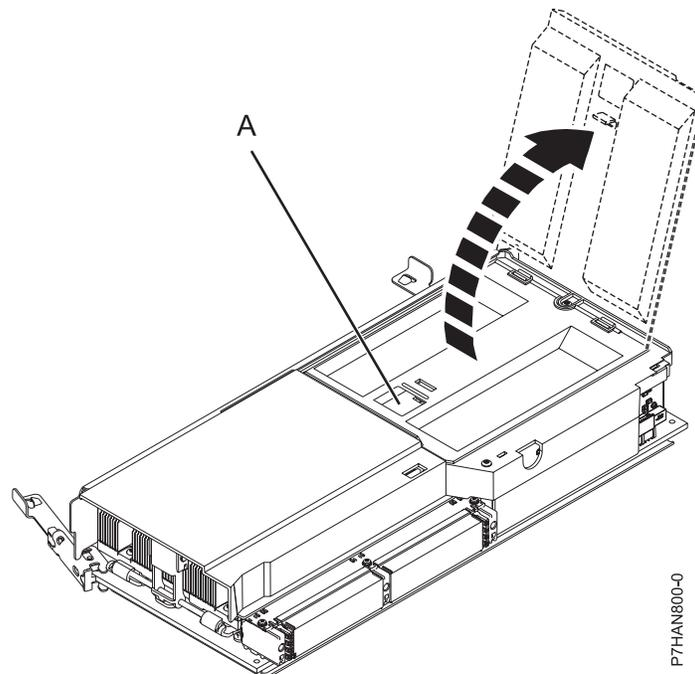

Abbildung 4. Speichermodul ausbauen
10. Entriegeln Sie die Speichermodulabdeckung, indem Sie die Verriegelungszunge (**A**) nach unten drücken (siehe Abb. 4). Heben Sie die Abdeckung ab, um auf die Speichermodule zuzugreifen.